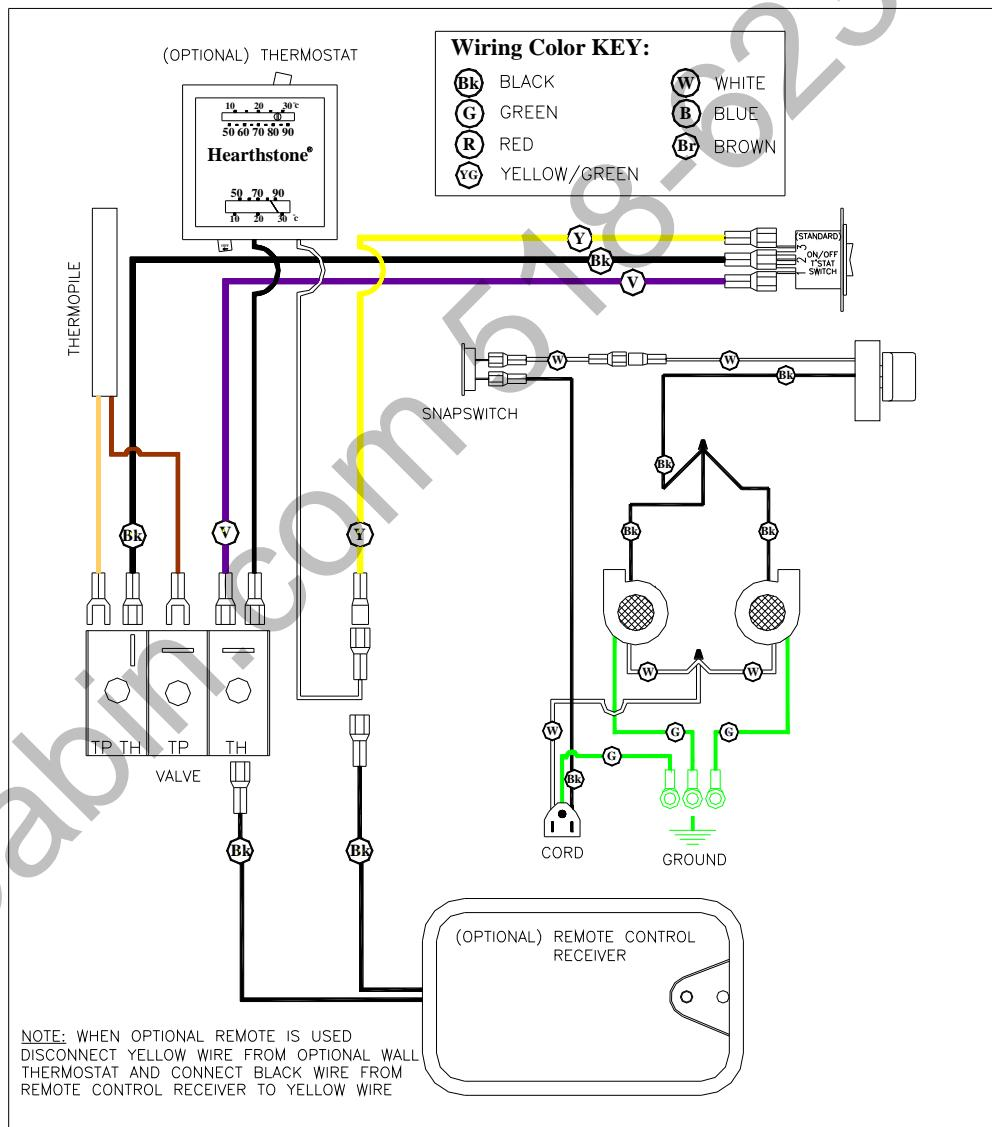

Figure 19: Wiring Diagram
- **CAUTION:** Label all wires prior to disconnection when servicing controls. Wiring errors can cause improper and dangerous operation. Verify proper operation after servicing. (*Attention: Au moment de l'entretien des commandes, étiquetez tous les fils avant le débranchement. Des erreurs de câblage peuvent entraîner un fonctionnement inadequat et dangereux.*) The proper location of wire connections is shown in Figure 19.